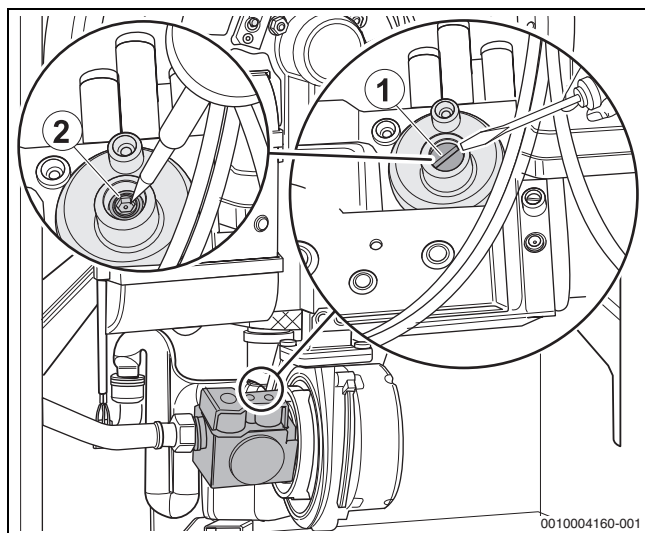

Fig. 56 Régler la teneur en CO_2/O_2 à charge partielle
- Retirer la vis du couvercle de la vis de réglage charge partielle (→ fig. 56, [1], page 31).
- Si les teneurs en CO_2 (valeurs entre parenthèses = valeurs de O_2) sont $< 9,0\%$ ($\text{O}_2 = 4,9\%$) ou $> 9,6\%$ ($\text{O}_2 = 3,8\%$), corriger le réglage sur la vis de réglage charge partielle (→ figure 56, [2], page 31 et tableau 13).